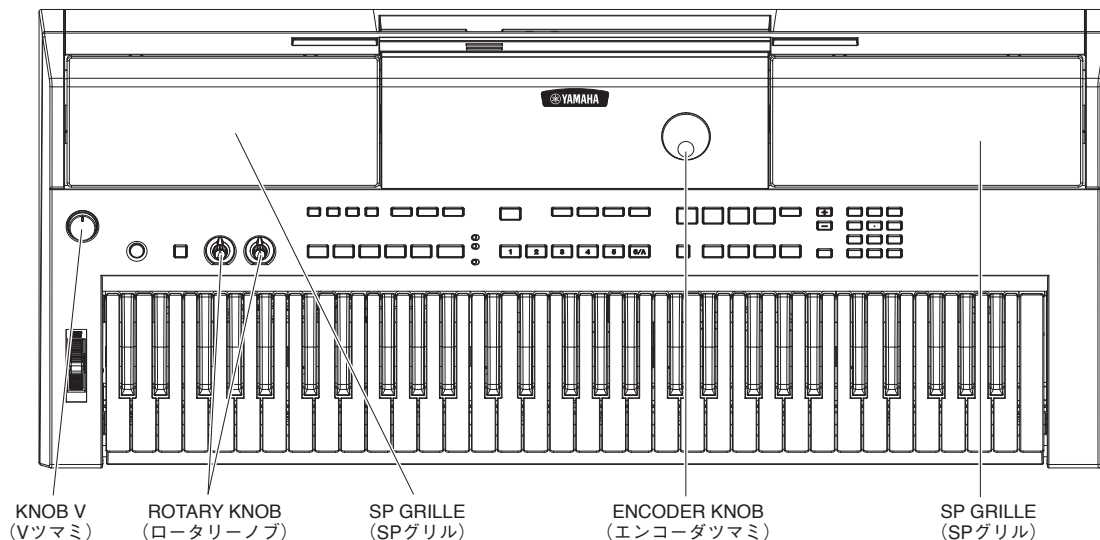
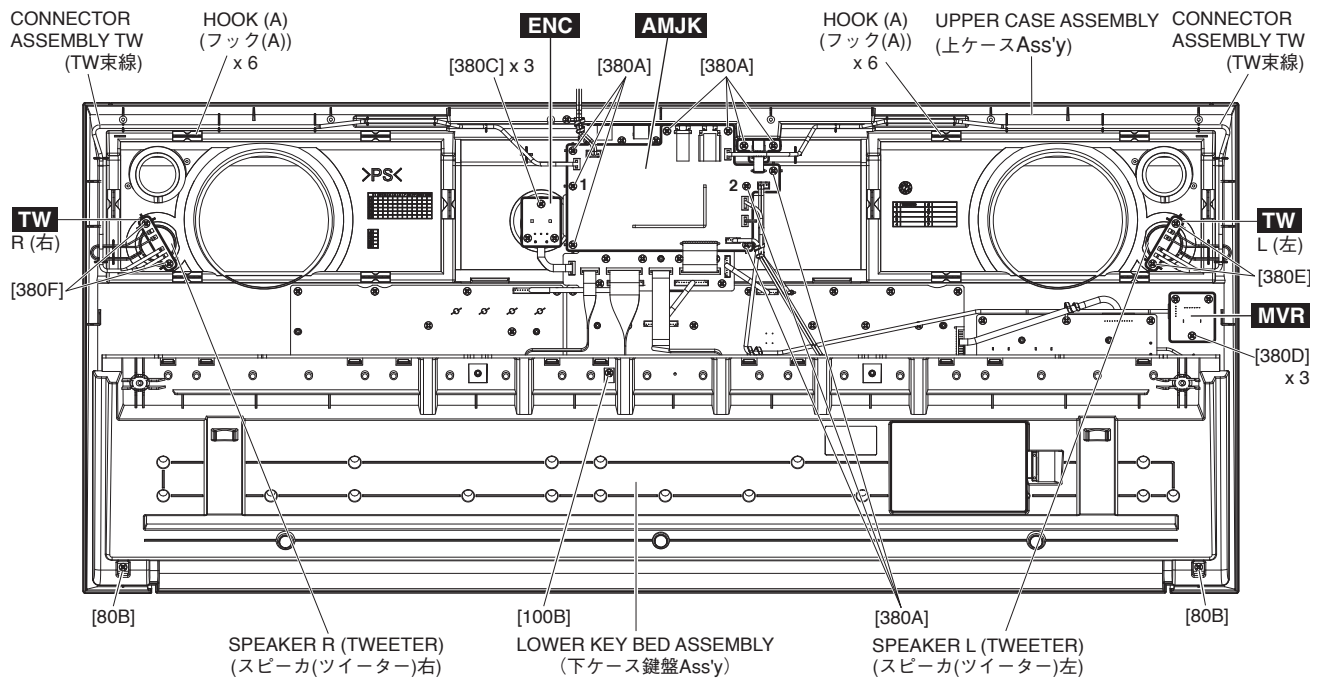
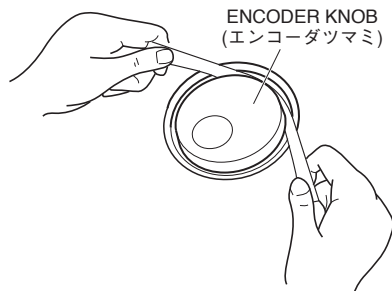
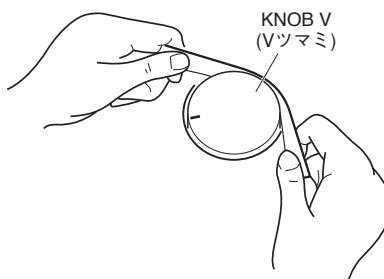

Fig. 1 (図1)
Fig. 2 (図2)
Fig. 6 (図6)
Fig. 7 (図7)
- 1-1 Remove the six (6) screws marked [80A], two (2) screws marked [90] and two (2) screws marked [100A]. The lower case assembly can then be removed. (Fig. 1)
* **When installing the lower case assembly, first tighten the screw marked [90] and then the remaining screws. (Fig. 1)**
- 1-1 [80A] のネジ 6 本、[90] のネジ 2 本と [100A] のネジ 2 本を外して、下ケース Ass'y を外します。(図 1)
※ 下ケース Ass'y を取り付けるときは、最初に [90] のネジを締めてから他のネジを締めてください。(図 1)
2-2 Remove the ten (10) screws marked [380A]. The AMJK circuit board can then be removed. (Fig. 2)
* **When installing the AMJK circuit board, tighten the screws 1, 2 in that order and then the remaining screws. (Fig. 2)**
2-2 [380A] のネジ 10 本を外して、AMJK シートを外します。(図 2)
※ AMJK シートを取り付けるときは、1、2 の順でネジを締めてから他のネジを締めてください。(図 2)
- 4-1 Pull out the encoder knob from the control panel as shown in Fig. 6. (Fig. 1, Fig. 6)
- 4-3 Remove the three (3) screws marked [380C]. The ENC circuit board can then be removed. (Fig. 2)
- 4-1 コントロールパネルから、エンコーダツマミを図 6 のようにして抜いておきます。(図 1、図 6)
- 4-3 [380C] のネジ 3 本を外して、ENC シートを外します。(図 2)
- 5-1 Pull out the knob V from the control panel as shown in Fig.7. (Fig. 1, Fig. 7)
- 5-3 Remove the three (3) screws marked [380D]. The MVR circuit board can then be removed. (Fig. 2)
- 6-2 **TW Circuit Board (L) and Speaker L (Tweeter)**
Remove the connector assembly TW and speaker cable soldered to the TW circuit board (L) and remove the two (2) screws marked [380E]. The TW circuit board (L) and speaker L (tweeter) can then be removed. (Fig. 2)
- 6-3 **TW Circuit Board (R) and Speaker R (Tweeter)**
Remove the connector assembly TW and speaker cable soldered to the TW circuit board (R) and remove the two (2) screws marked [380F]. The TW circuit board (R) and speaker R (tweeter) can then be removed. (Fig. 2)
- 7-2 Set the six (6) projections [A] parallel to the groove in the upper case assembly and remove the SP grille. (Fig. 1, Fig. 2)
- 8-2 Remove the two (2) screws marked [80B] and the screw marked [100B]. The lower key bed assembly can then be removed. (Fig. 2)
- 5-1 コントロールパネルから、V ツマミを図 7 のようにして抜いておきます。(図 1、図 7)
- 5-3 [380D] のネジ 3 本を外して、MVR シートを外します。(図 2)
TW シート (左) に半田付けされている TW 束線とスピーカ束線を外し、[380E] のネジ 2 本を外して TW シート (左) とスピーカ (ツイーター) 左を外します。(図 2)
TW シート (右) に半田付けされている TW 束線とスピーカ束線を外し、[380F] のネジ 2 本を外して TW シート (右) とスピーカ (ツイーター) 右を外します。(図 2)
- 7-2 6 箇所のフック (A) を上ケース Ass'y の溝と平行にして、SP グリルを外します。(図 1、図 2)
- 8-2 [80B] のネジ 2 本と、[100B] のネジ 1 本を外して、下ケース鍵盤 Ass'y を外します。(図 2)
- 11-1 Pull out the two (2) rotary knobs from the control panel. (Fig. 1)